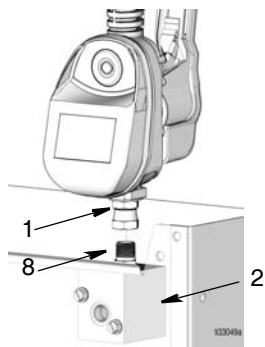

FIG. 20
5. Desconecte el accesorio de conexión (1) de la boquilla del tubo (8) del colector (2) como se observa en la FIG. 20.